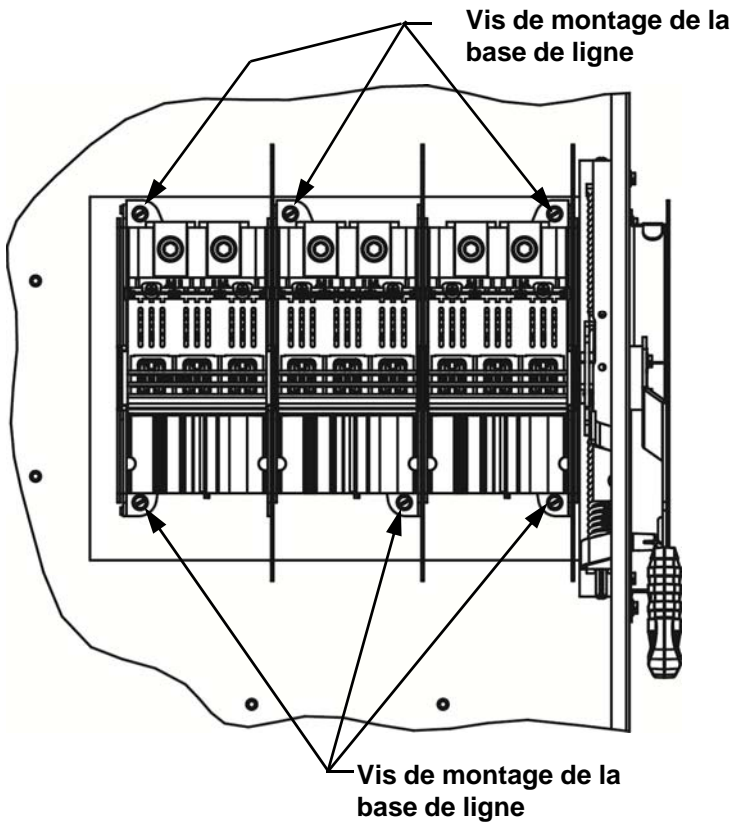

Fig. 1
- Faire pivoter les écrans de ligne pour accéder à la vis de montage de la base de ligne, tel qu'illustré aux Fig. 1 et 2.